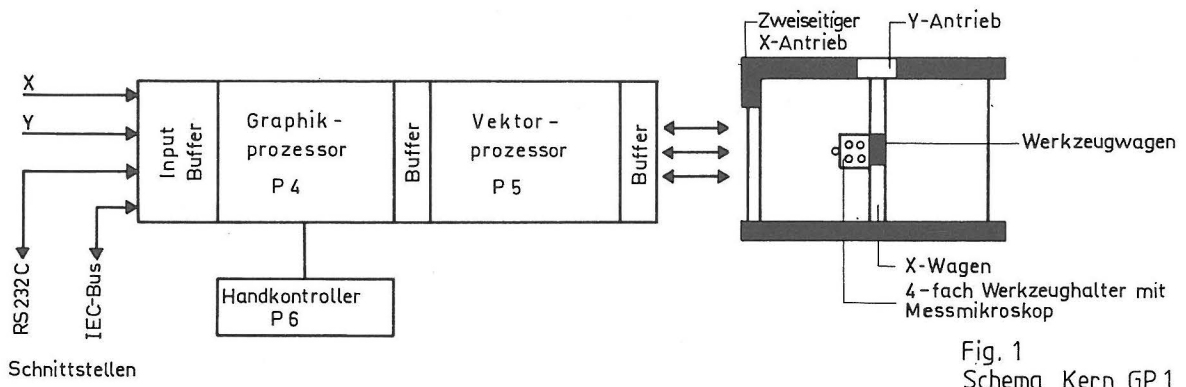

Fig. 1
Systemaufbau und Steuerung des Kern GP 1 (Fig. 1)
Das Kern GP 1 arbeitet, wie bereits im Systemaufbau beschrieben, mit drei eingebauten Mikroprozessoren. Hiervon sind vor allem zwei für die Bedienung wichtig: der Graphikprozessor P4 und der Handkontroller P6 (Fig. 1).
- Remote: Das System zeichnet die Daten vom Input-Speicher (Fig. 1).
Reverse Information: Das Kern GP 1 fährt vom aktuellen Standort die bereits gezeichnete Information zurück (Output-Kanal liest im Δ -Bereich / Fig. 1).